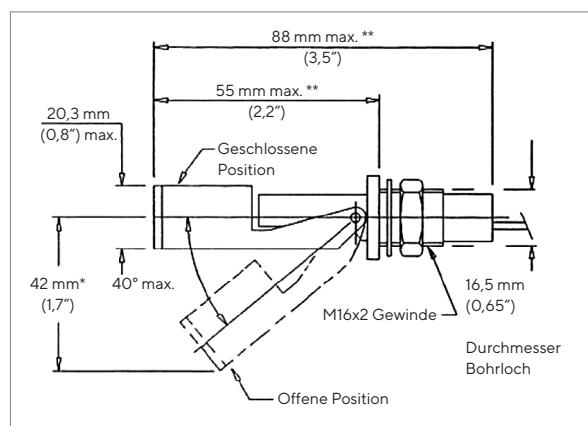

Abbildung 3: Abmessungen des Level Sensors
- Bohren Sie zwei Löcher zur Aufnahme der Level Sensoren gemäß Abbildung 3.